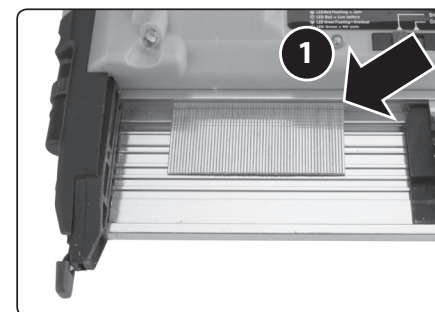
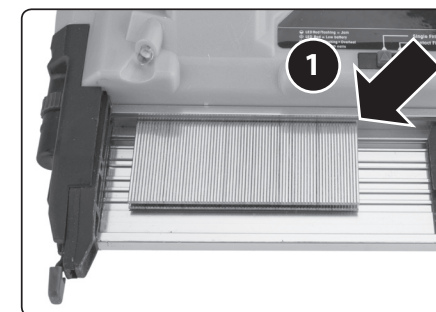

Abb. 2A, Platzierung des Nagelbandes
Abb. 3A, Platzierung des Klammerbandes
2. Führen Sie das Nagelband oder die Heftklammern so in das Magazin ein, dass die Nagelbandköpfe oder der Klammerbandbogen eng an der Oberseite des Magazins anliegen, wie in Abbildung 2A (Nagel-einführung) oder Abbildung 3A (Klammereinführung) gezeigt.